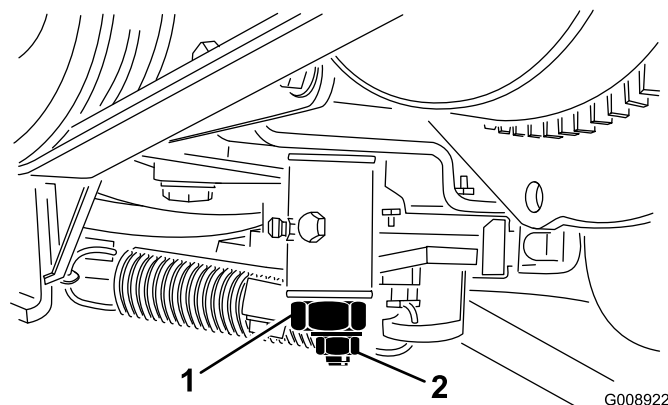

図 62
3. トラクション調整カムのロックナットをゆるめる(図 62)。